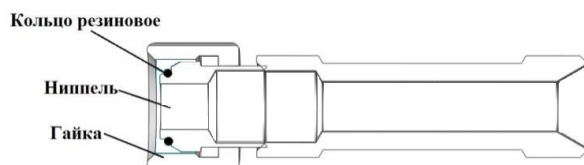

Рисунок 2 – Кольцо резиновое.
**ВНИМАНИЕ!** Перед монтажом гидросистемы установить кольцо резиновое КУН 2000.00.005 на всех резьбовых соединениях, где имеется ниппель с канавкой и гайка накидная. (см. рис. 2)